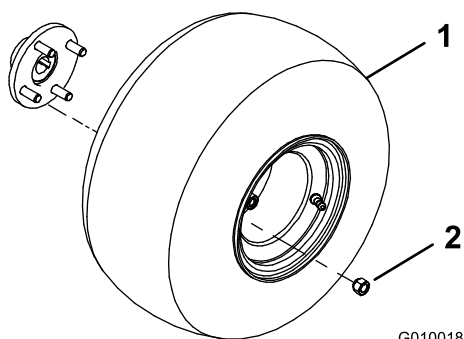

Рисунок 3
2. Установите колесо в сборе на каждую ступицу задней оси (**Рисунок 3**).
3. Установите зажимные гайки (**Рисунок 3**) и затяните их с моментом 61–75 Н·м.